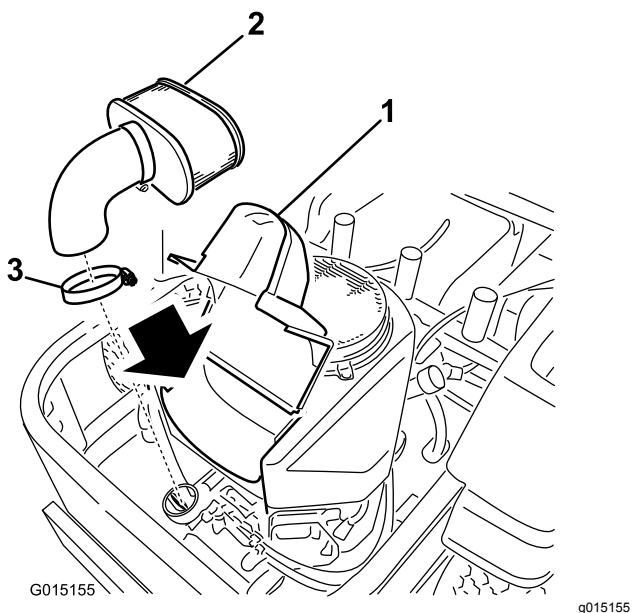

Bild 42
3. Reinigen Sie den Bereich um die Luftfilterabdeckung, damit kein Schmutz in den Motor fällt und Schäden verursacht. Heben Sie die Abdeckung an und entfernen die Schlauchklemme, mit der der Luftfilter am Motor befestigt ist (Bild 42).
4. Lösen Sie die Schlauchklemme und entfernen den Papiereinsatz (Bild 42).